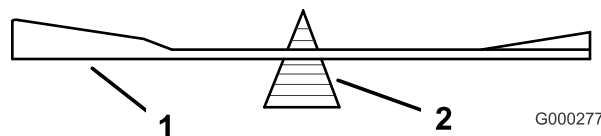
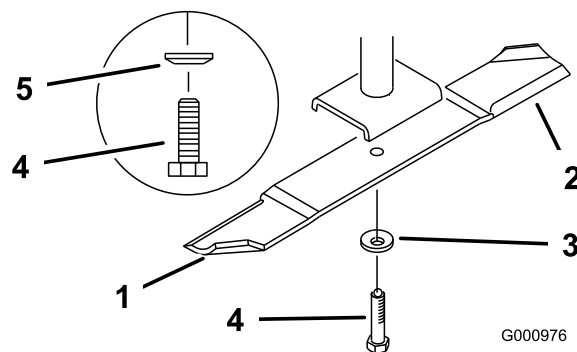

Figure 78
Figure 79
2. Retirez le boulon, la rondelle élastique et la lame de l'axe (Figure 79).
2. Vérifiez l'équilibre de la lame en la plaçant sur un équilibreur (Figure 78). Si la lame reste horizontale, elle est équilibrée et peut être utilisée. Si la lame est déséquilibrée, limez un peu l'extrémité de la partie incurvée seulement (Figure 79). Répétez la procédure jusqu'à ce que la lame soit équilibrée.
1. Placez la lame sur l'axe (Figure 79).
2. Installez la rondelle élastique et le boulon de la lame. Le cône de la rondelle élastique doit être dirigé vers la tête du boulon (Figure 79). Serrez le boulon à 115–150 Nm.